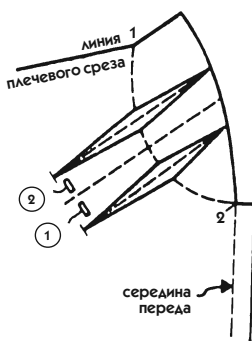

Рис. 427
7. На этой линии укажите высоту воротника, как на спинке, затем проведите линию края воротника в соответствии с моделью (для нашего примера используйте рис. 427).
- По обе стороны от сгиба бумаги (пунктирная линия на рис. 427) обозначьте линии середины вытачек, проведя 2 пунктирные параллельные линии, одну на 2 см выше линии сгиба и другую на 1 см ниже.